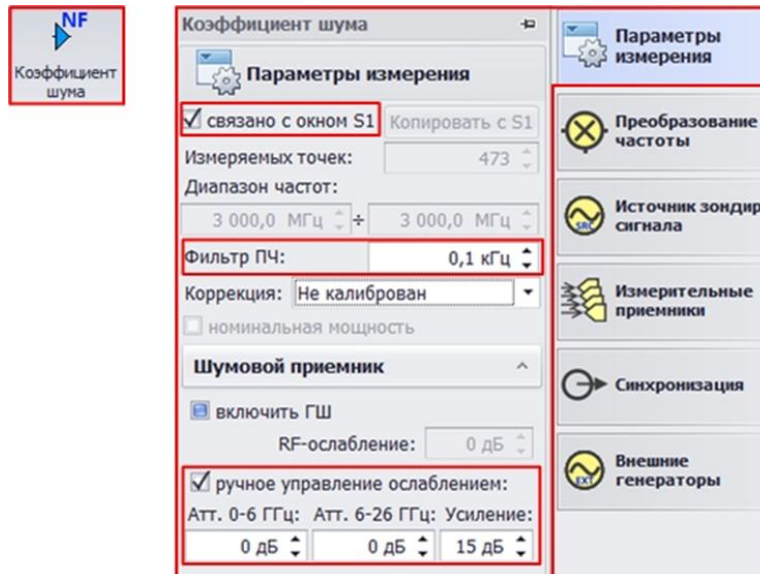

Рис. 7. Окно измерения коэффициента шума
7. Выберите измерительное окно «коэффициент шума». Установить частотный диапазон сканирования для измерения КШ, либо установить флажок «связано с окном S1» (рис. 7).